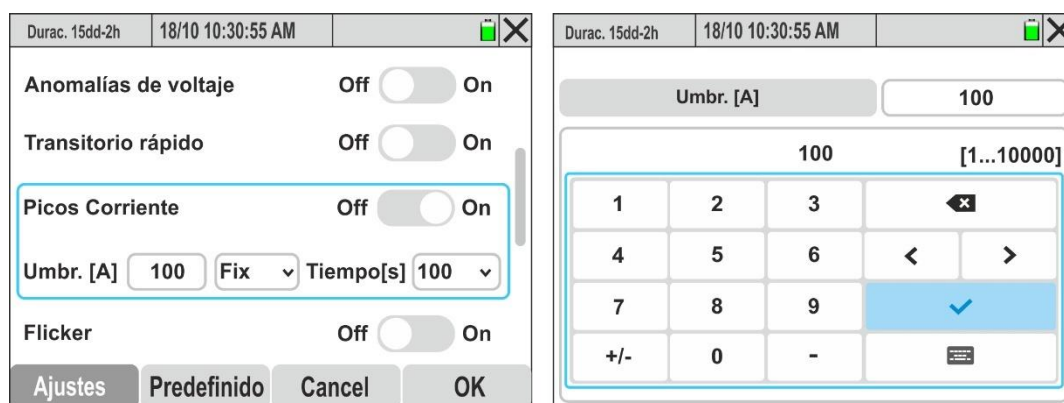

Fig. 34: Activación/desactivación del registro de corrientes de arranque
27. Desplace con un toque el selector virtual del campo “**Picos Corriente**” (ver el § 10.3) hacia la posición “**On**” (activación del registro de los eventos relativos a las corrientes de arranque de las máquinas eléctricas) o hacia la posición “**Off**” (desactivación del registro de corrientes de arranque). La pantalla de Fig. 34 – parte izquierda se muestra en el visualizador
28. Toque el campo **"Umbr. [A]"** para la configuración del umbral de corriente más allá del cual el evento de corriente de arranque se detecta y se registra en el instrumento. La pantalla de Fig. 34 – parte derecha se muestra en el visualizador